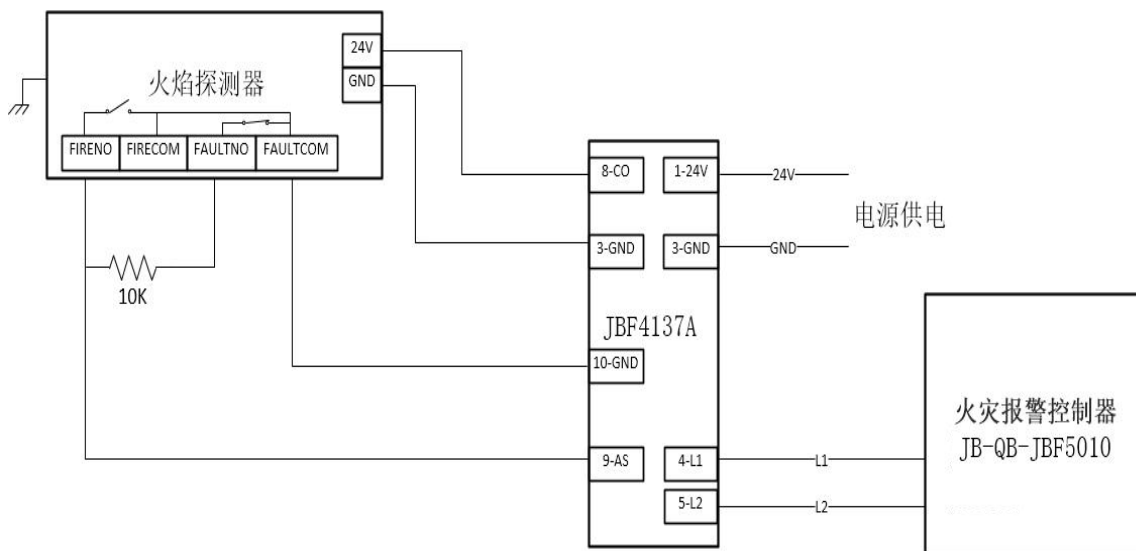

图 2 火焰探测器与火灾报警控制器 JB-QB-JBF5010 接线图
- 2、按图 2 所示完成接线，操作火灾报警控制器对模块进行登记。